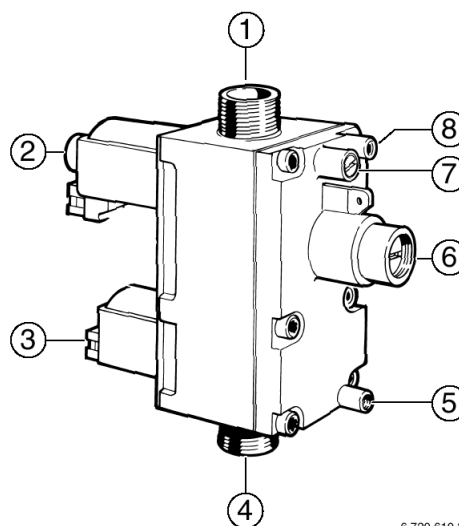

Figura 41 Vana de gaz
- ▶ Șurubul de etanșeizare (5) se desface și se montează manometrul cu tub U.
- ▶ Se înlătură capacul sigilat (figura 41) amplasat deasupra șuruburilor de reglare a gazului.
- ▶ Se preia din tabelele de la pagina 34 sau 35 debitul "max" de gaz (l/min). Se reglează debitul de gaz cu ajutorul șurubului de reglare a gazului (6). Rotirea spre dreapta înseamnă gaz mai mult, iar rotirea spre stânga înseamnă gaz mai puțin. La centralele pe GPL, șurubul de reglare (6) se strânge în întregime.